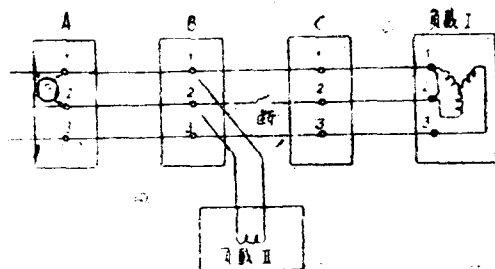

图25 断路故障电阻测量法
一般的綫路有断路时，均可用电阻测量确定故障。如图25所示，当負載I的綫路中有开路时，可先将負載I上把1、2兩点短路，在接綫板A上测量1、2之間电阻。如不通，則說明故障在1、2兩根綫中。再把負載I上的1、3短路，在接綫板A上测量接头1、3間电阻，如通，則說明1号綫正常，故障在2号綫中。再把負載I上的1、2短路，从接綫板A依次向后测量，如接綫板B上测量1、2不通，到接綫板C上测量1、2即相通，則說明故障在接綫板B、C之間的2号綫。
2. 必須拆去与测量綫路相并联的外綫路，以免造成测量誤解。例如图25的綫路，如不把負載II断去，則即使綫路中有断路，在接綫板A、B上测量1、2接点仍能相通；有一定的电阻值也不易發觉。所以在这种情况下，必須把負載II拆去。